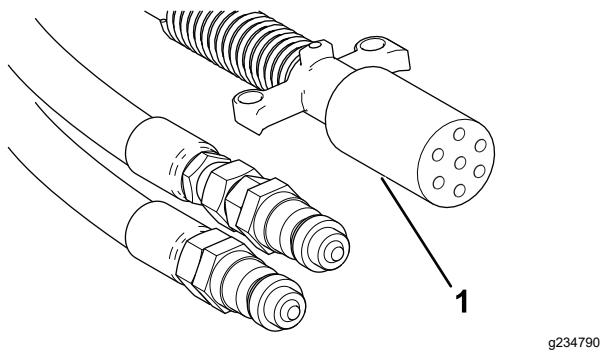

Figure 21
10. Branchez le câble d'alimentation extensible à 7 broches à la prise de la machine et du groupe de déplacement (Figure 21).